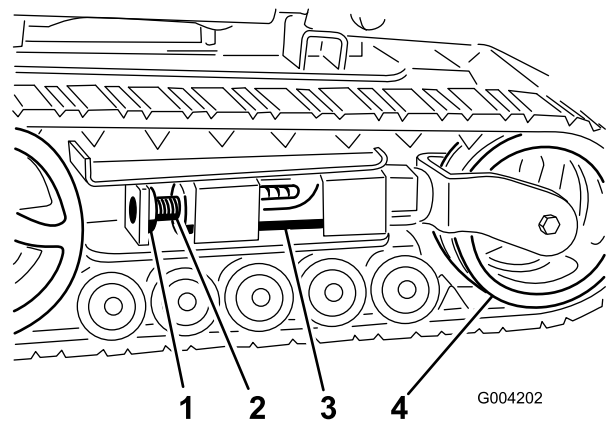
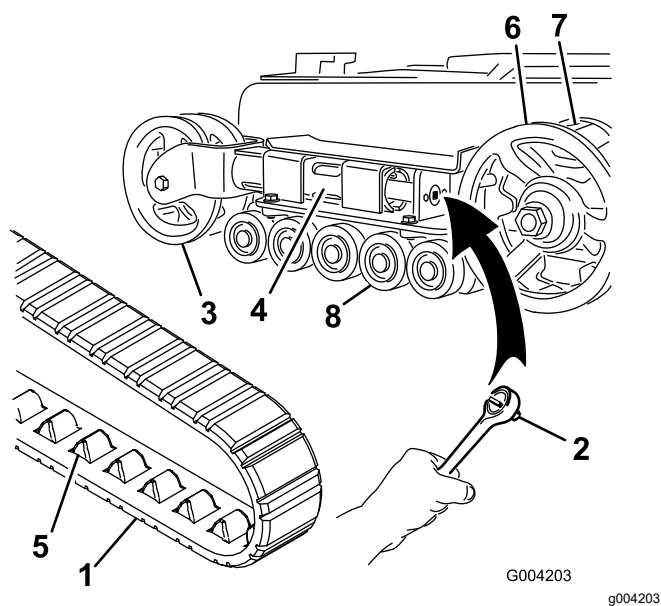

Рисунок 47
Рисунок 48
4. Отвинтите зажимной болт и гайку (Рисунок 47).
6. Совместите ближайшую выемку в натяжном винте с отверстием в зажимном болте и закрепите винт при помощи зажимного болта и гайки (Рисунок 47).
**Примечание:** Если передние натяжные колеса установлены в вилке на конце натяжной трубы, на вашей машине установлены узкие гусеницы. (Рисунок 48).
вращая натяжной винт по часовой стрелке (Рисунок 47 и Рисунок 48).
6. Надавите на натяжное колесо в направлении задней части блока, чтобы придвинуть натяжную трубу к раме (Рисунок 48).
8. Когда гусеница будет снята с натяжного колеса, снимите ее с ведущей звездочки и опорных катков (Рисунок 48).
9. Сначала установите новую гусеницу на ведущую звездочку. Звенья гусеницы должны находиться между зубьями звездочки (Рисунок 48).
10. Протолкните гусеницу под опорные катки и одновременно между ними (Рисунок 48).
5. Используя ключ с храповым механизмом на 1/2 дюйма, ослабьте натяжение привода, вращая натяжной винт по часовой стрелке (Рисунок 47 и Рисунок 49).
6. Поместите наполненный смазкой колпачок опорного катка поверх головки болта (Рисунок 48).
7. Закрепите колпачок опорного катка стопорным кольцом (Рисунок 48).